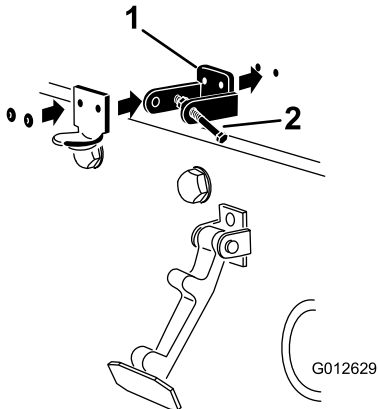

Figure 4
- Alignez les trous de montage et positionnez le support de loquet CE et le support de loquet du capot sur le capot (Figure 4).
- Rivez les supports et les rondelles sur le capot (Figure 4).